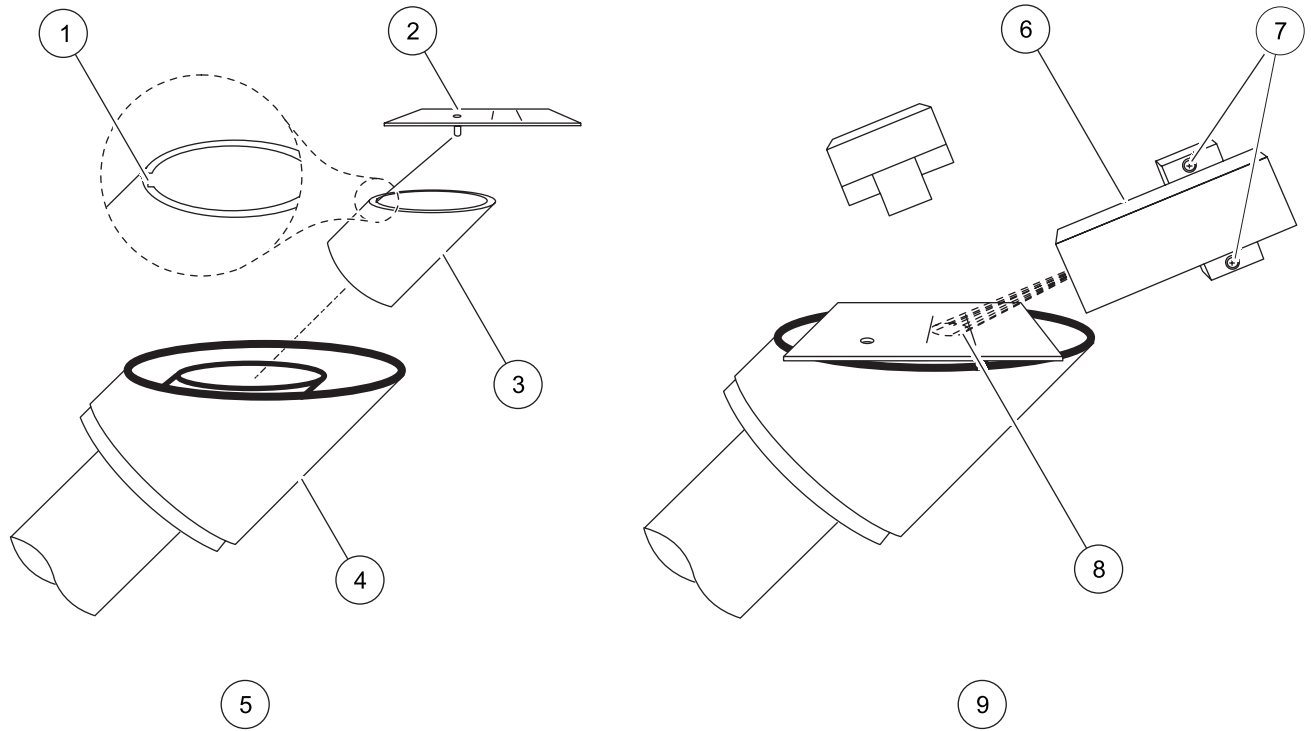

图 17 定位细节
- c. 将定位模板放置在校准圆筒上端，使导销朝下，对着圆筒里面平的槽口（图 17）。模板的后边缘应该对着试样单元的后板。
- d. 在定位模板表面上检查灯像的位置。它应该在目标区域上，使光束中心位于线的中间（图 17）。